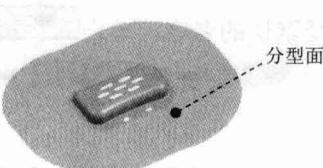

图 1.14 创建分型面
Step3. 在“分型面”对话框中，选择“ 条带曲面”单选项，单击“**确定**”按钮，系统返回至“分型管理器”对话框，创建的分型面如图1.14所示。